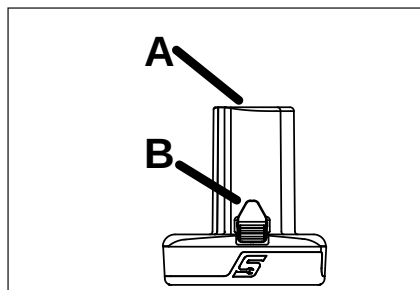

図 3: バッテリーバック
- フル充電したCTBシリーズのバッテリーを、図3の通りツールの底に差し込みます。